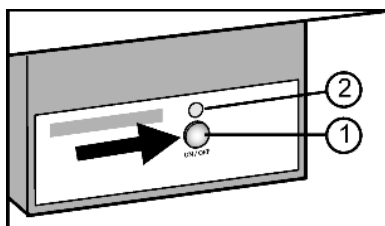

Fig. 15
- ▶ Нажмите и удерживайте кнопку On/Off Fig. 15 (1) так, чтобы светодиод Fig. 15 (2) загорелся.